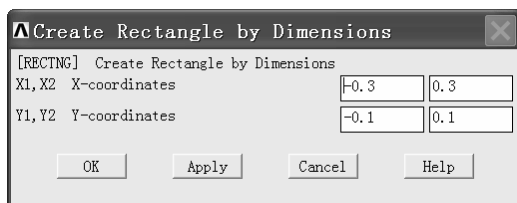

图 2-78 “Create Rectangle by Dimensions”窗口
(1) 依次选择 Main Menu>Preprocessor>Modeling>Create>Areas>Rectangle>By Dimensions，弹出“Create Rectangle by Dimensions”窗口（见图 2-78）。在“X1, X2 X-coordinates”后的两个方框中分别输入“-0.3”、“0.3”，在“Y1, Y2 Y-coordinates”后的两个方框中分别输入“-0.1”、“0.1”，单击“Apply”按钮生成第一个面，再次弹出“Create Rectangle by Dimensions”窗口。